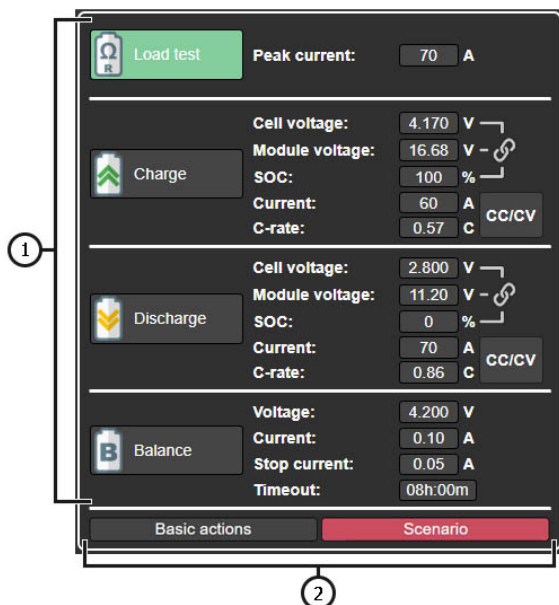

Рисунок 6.2
- 4 – Блок вибору режиму роботи тестера та індивідуального налаштування параметрів тестування батареї (див. пояснення до рис. 6.2).
Блок вибору режиму роботи тестера та індивідуального налаштування параметрів тестування батареї (див. рис. 6.2) містить наступне: